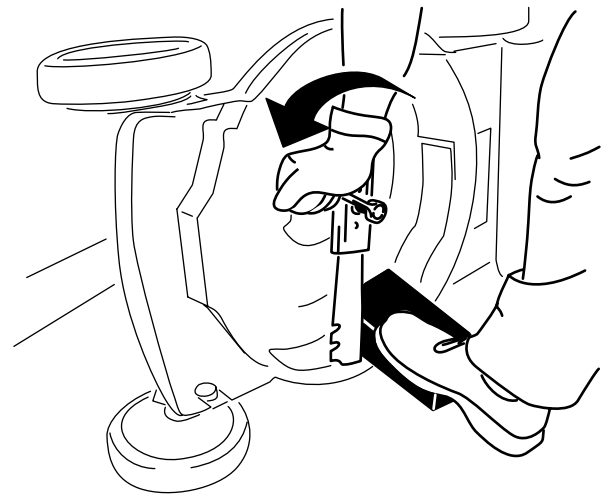

Bild 20
2. Stabilisieren Sie das Messer mit einem Holzblock (Bild 20).
3. Nehmen Sie das Messer ab und bewahren Sie alle Befestigungsschrauben auf (Bild 20).